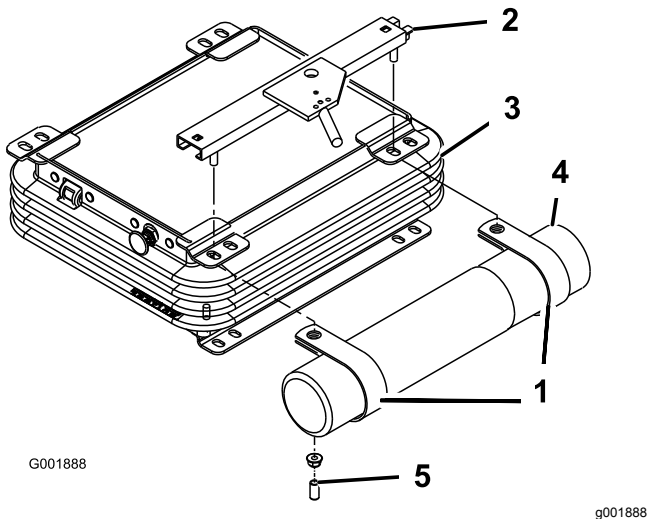

Bild 7
2. Nehmen Sie die beiden Muttern und Plastikkappen (falls vorher montiert) ab, mit denen die obere Sitzhalterung links an der Sitzfederung befestigt ist (Bild 7).
3. Befestigen Sie die R-Klemmen mit den beiden vorher abgenommenen Muttern lose an den Bolzen der Sitzhalterung (Bild 7).
4. Setzen Sie das manuelle Rohr in die R-Klemmen ein und ziehen Sie die Muttern fest (Bild 7).